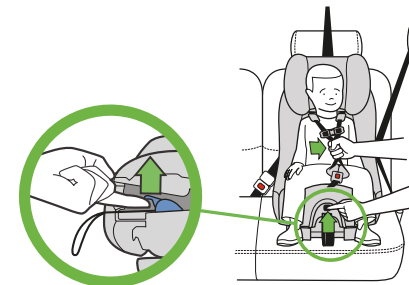

Figure 89
- Tout en tirant sur la Languette de Réglage du Harnais, tirez sur les Sangles du Harnais jusqu'à ce qu'elles bloquent, tel qu'illustré dans la **Figure 89**.